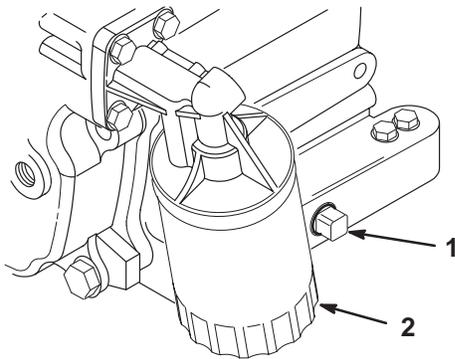

Figure 28
5. Enlevez le bouchon de vidange (Fig. 28) et laissez l'huile s'écouler dans un bac de vidange. Remettez le bouchon quand toute l'huile s'est écoulée.
2. Déposez le filtre à huile existant (Fig. 28). Appliquez une fine couche d'huile sur le joint du filtre de rechange.